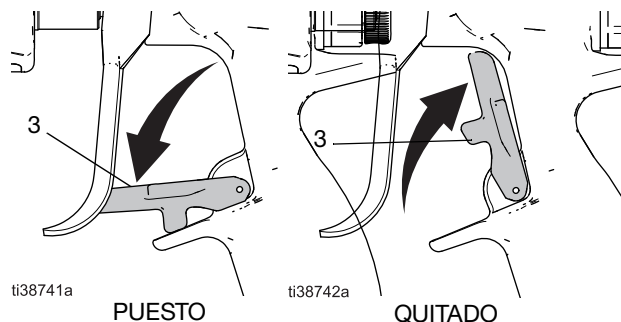

FIG. 12: Posiciones del seguro de gatillo
2. Ponga el seguro del gatillo (3). Consulte la FIG. 12, página 15.
3. Retire el conjunto del cabezal de aire (8) y la boquilla de pulverización (7).
1. Ponga el seguro del gatillo (3). Consulte la FIG. 12.
4. Quite el seguro del gatillo (3). Consulte la FIG. 12.
6. Ponga el seguro del gatillo (3). Consulte la FIG. 12.
7. Si sospecha que la boquilla de pulverización (7) o la manguera de suministro de fluido (G) pueden estar obstruidas o que la presión no se ha liberado completamente:
- a. MUY DESPACIO, afloje el anillo de retención (8b) o el acoplamiento (22) del extremo de la manguera para liberar la presión gradualmente.
- b. Afloje por completo la tuerca o el acoplamiento (22).